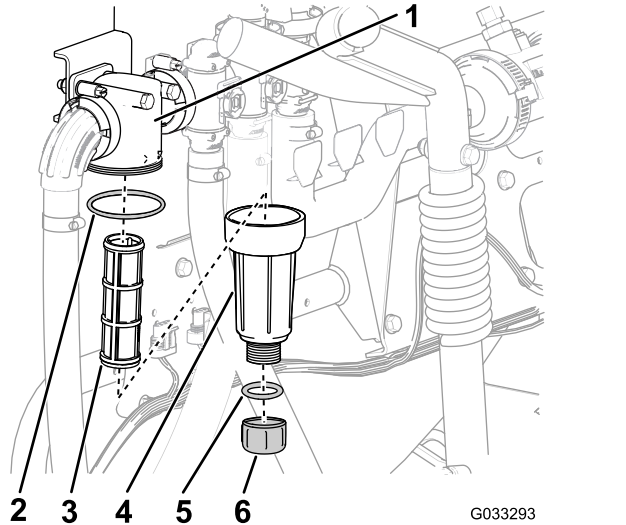

Bild 56
2. Stellen Sie eine Auffangwanne unter den Druckfilter (Bild 56).
3. Drehen Sie die Ablassschraube nach links und nehmen sie von der Glocke des Druckfilters ab (Bild 56).
4. Drehen Sie die Glocke nach links und nehmen sie vom Filterkopf ab (Bild 56).
5. Entfernen Sie den alten Druckfiltereinsatz (Bild 56).
6. Überprüfen Sie den O-Ring für die Ablassschraube (in der Glocke) und den O-Ring für die Glocke (im Filterkopf) auf Beschädigungen und Abnutzung (Bild 56).
7. Setzen Sie den neuen Druckfiltereinsatz in den Filterkopf ein (Bild 56).
8. Befestigen Sie die Glocke am Filterkopf und ziehen sie mit der Hand an (Bild 56).
9. Setzen Sie die Schraube in den Filterkopf ein und ziehen sie mit der Hand an (Bild 56).